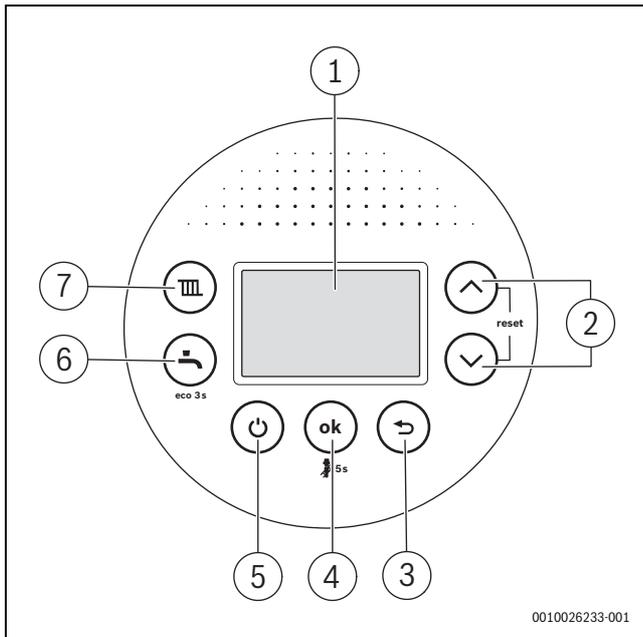

Fig. 82 Aperçu du tableau de commande
i Après la mise en service, la touche (→ fig. 82, [5]) démarre ou arrête simultanément le chauffage et la production d'eau chaude sanitaire sans interrompre l'alimentation électrique.
- En fonctionnement normal, désactiver l'appareil avec la touche (→ fig. 82, [5]).